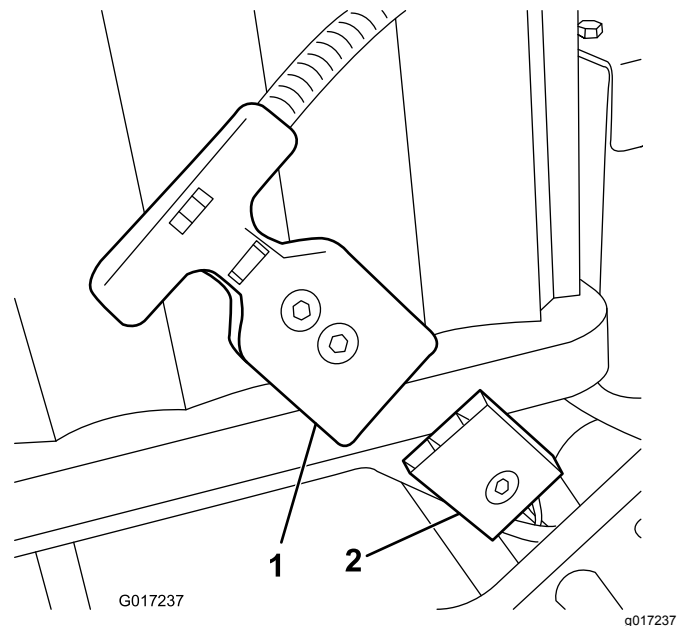

Figure 16
Remarque: Si vous n'arrivez pas à brancher la prise de la batterie au connecteur du faisceau de la machine quand la batterie est installée, vous pouvez connecter le faisceau à la batterie avant d'installer la batterie. Débranchez le connecteur d'alimentation principal (Figure 16) du socle de la batterie. Montez le connecteur sur la batterie comme décrit. Installez la batterie sur le socle en faisant passer le faisceau de câblage par le trou approprié, puis fixez le connecteur d'alimentation principal au socle de la batterie à l'aide des fixations retirées précédemment.
16. Branchez le connecteur à poignée en T du faisceau de câblage principal au connecteur d'alimentation principal sur le socle de la batterie (Figure 16).